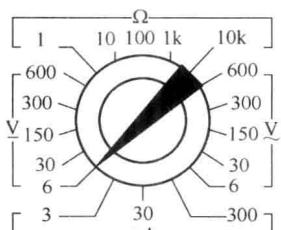

图 1-9 直流电压测量挡示意图
(3) 测量直流电压的功能。测量直流电压大小是其常用测量功能。将万用表转换开关置于直流电压挡，即“ V ”挡，如图 1-9 所示。这一测量挡有许多挡位，测量不同大小的电压时应合理选择不同的测量挡位，使指示精度最高。